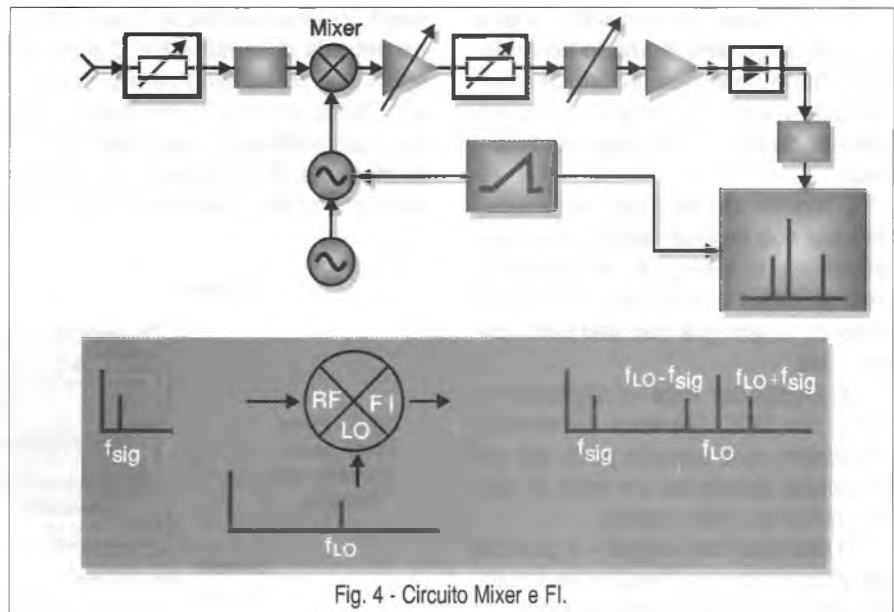

Fig. 4 - Circuito Mixer e FI.
a) Módulo Mixer-o *mixer* é um circuito que combina a frequência do sinal analisado com a frequência do oscilador local (LO). Esse circuito não é linear e, em sua saída temos duas frequências que correspondem à soma delas ($f_{lo} + f_{sig}$) e à diferença ($f_{lo} - f_{sig}$). Assim, como no rádio, a única que interessa para o analisador é à diferença (*fig 4*). Nesse ponto, o mixer converteu um sinal de RF em uma frequência intermediária que, agora, pode ser filtrada, amplificada, detectada e aplicada ao TRC (ou display).